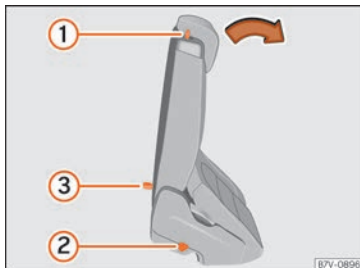

Abb. 137 Zweite Sitzreihe: Bedienelemente der Einstieghilfe.
- Hebel »» **Abb. 137**  nach vorn drücken und Rücksitzlehne nach vorn klappen. Dieser Sitz klappt komplett nach vorn »»  und kann in Längsrichtung noch weiter nach vorn geschoben werden.
- Der Rücksitz muss sicher eingerastet sein, damit die Schutzwirkung der Sicherheitsgurte auf den hinteren Sitzplätzen gewährleistet ist. Die rote Markierung »» **Abb. 137**  darf nicht
Wenn der Hebel »» **Abb. 137**  außer Funkti-
• Schlaufe »» **Abb. 137**  nach hinten ziehen
zes »» **Abb. 137**  signalisiert eine nicht